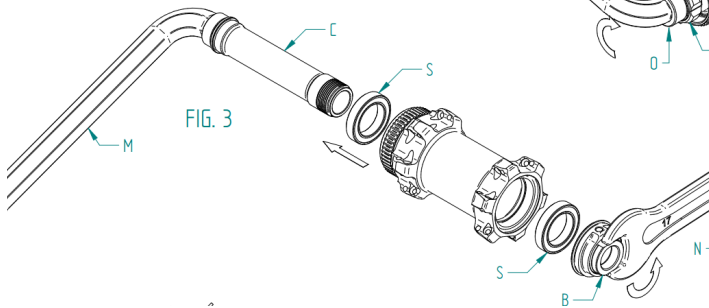

FIG. 3
- Utilizzate un apposito estrattore per fori da 17mm ed estraete entrambi i cuscinetti (S) dalla loro sede (Fig. 3).